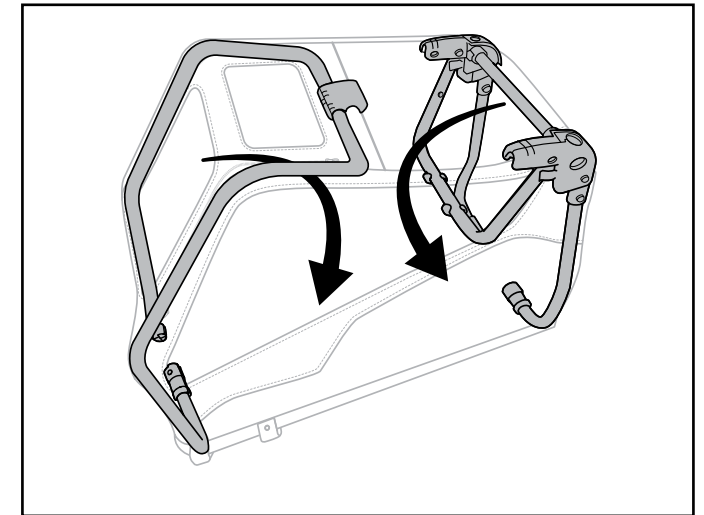

Figura 10
4. Pliegue el cuadro trasero hacia abajo, y después el cuadro delantero (Figura 10).